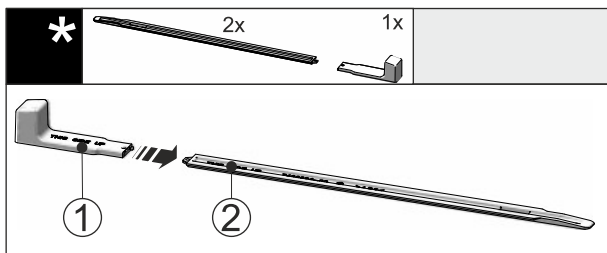

Fig. 50
- Sätt in monteringshandtaget Fig. 50 (1) i nivåskenan Fig. 50 (2).